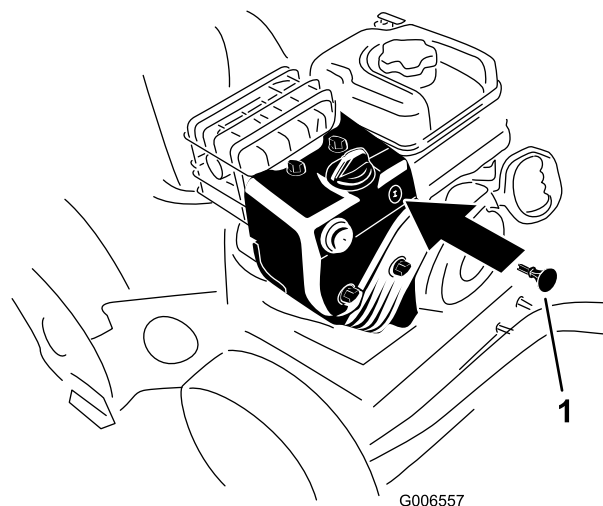

Figure 19
3. Insérez la clé de contact dans le commutateur d'allumage (Figure 19).